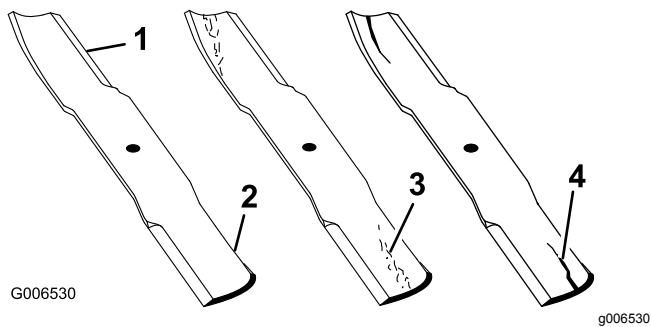

Figura 101
1. Controllate i taglienti (Figura 101).
4. Se notate incrinature, usura o scanalature in questa zona, montate immediatamente una nuova lama (Figura 101).